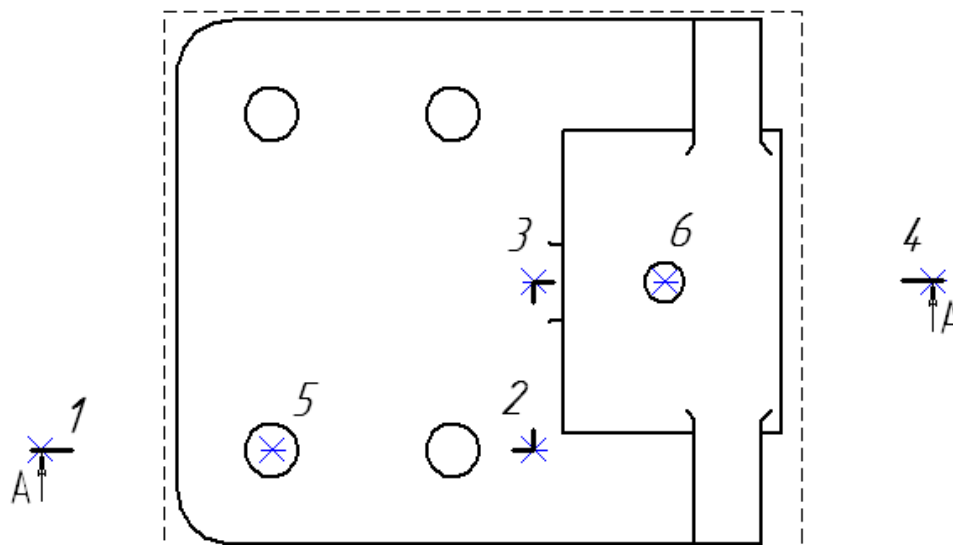

Рис. 3.14
4. С помощью привязки **Выравнивание** следует указать точки 1,2,3 и 4, определяющие линию сечения, учитывая, что эта линия должна проходить через центровые точки 5 и 6 соответствующих окружностей (рис. 3.14).